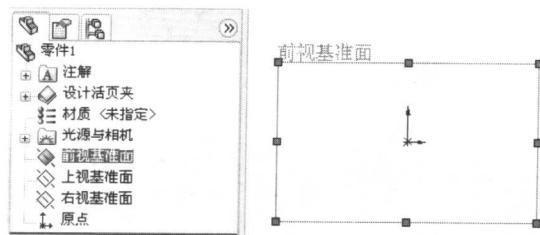

图 1-1 前视基准面
(1) 启动 SolidWorks 2007，选择菜单命令“文件”|“新建”，或单击“新建”工具按钮，创建一个新的零件文件。
(2) 选取基准面。在特征管理器中选择“前视基准面”，此时特征管理器中的“前视基准面”被选中，绘图区出现一个绿色的基准平面，如图 1-1 所示。